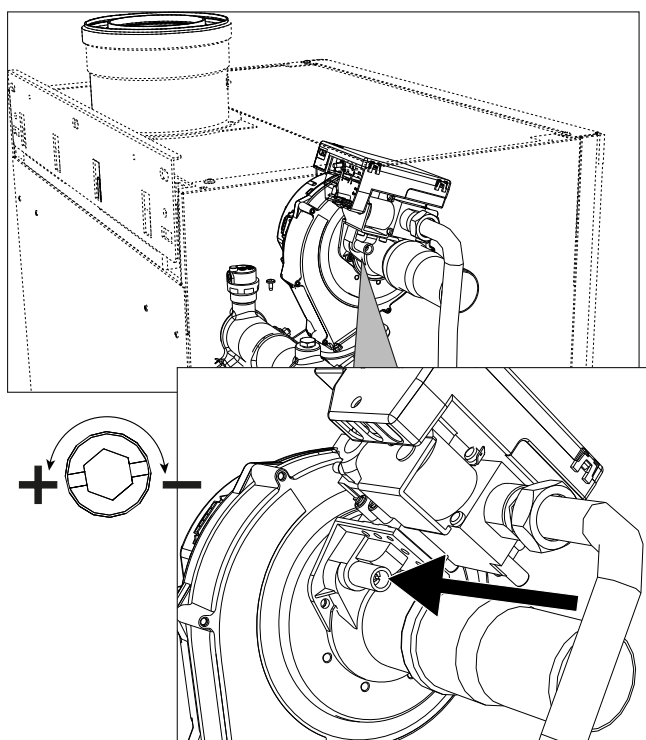
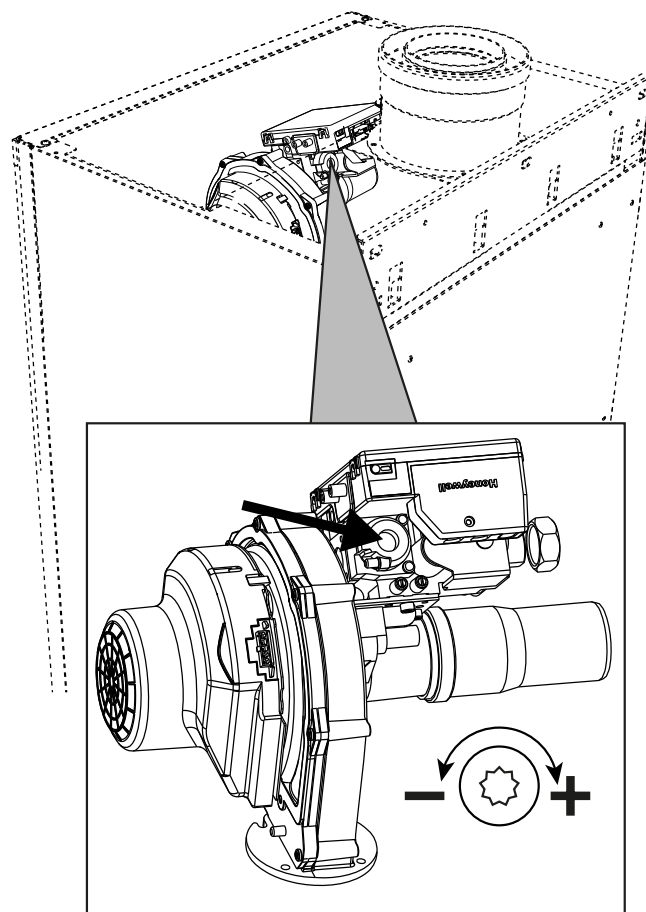
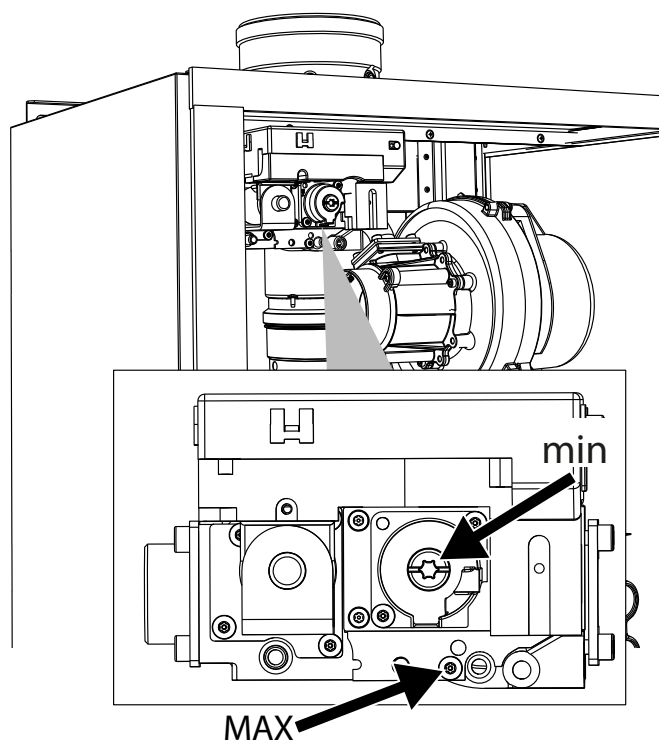

fig. 77- Regulación máxima modelos W 60 y W 80
fig. 78- Regulación mínimo modelos W 60 y W 80
fig. 79- Regulación máxima y mínima modelos W 99, W 120 y W 150
- Si los valores son distintos de los indicados, gire el tornillo de regulación del máximo hasta que las concentraciones de CO₂ sean correctas. Vea **fig. 77** para modelos **W 60** y **W 80** o bien **fig. 79** para modelos **W 99**, **W 120** y **W 150**.
- Si los valores de CO₂ son distintos de los indicados, gire lentamente el tornillo de "OFFSET" mínimo hasta que la concentración sea correcta. Vea **fig. 78** para modelos **W 60** y **W 80** o bien **fig. 79** para modelos **W 99**, **W 120** y **W 150**.